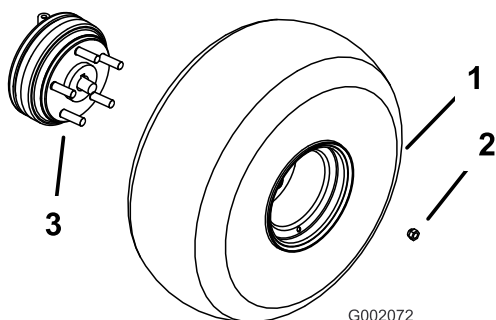

Figura 3
3. Monte as rodas com os dispositivos de fixação retirados (Figura 3) e aperte-os a 61–88 Nm.